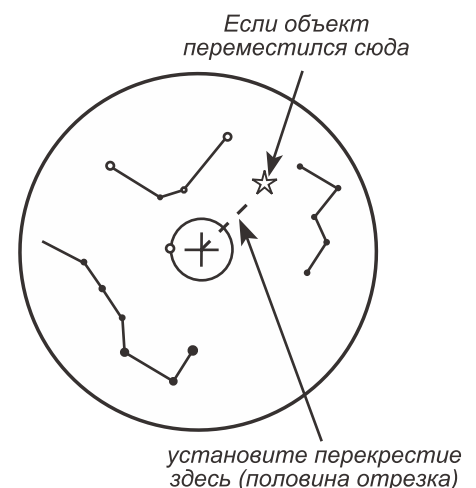

Рис. h-3
4. Используйте три винта настройки искателя полюса для смещения перекрестия ровно на половину величины корректируемого смещения. Например, если смещение составляло приблизительно 22,5 мм (1 дюйм) в направлении 1 часа, установите положение нитей перекрестия на середину прямой, соединяющей положение сместившегося центра перекрестия и объекта (рис. h-3).